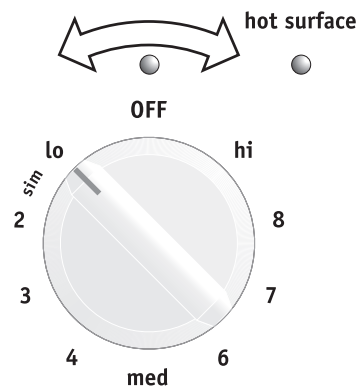

Fig. 2
- Enfoncez et tournez le bouton de commande vers la gauche ou la droite (fig. 2) selon le réglage désiré (reportez-vous **aux paramètres de puissance suggérés pour les éléments radiants simples ou doubles** dans la fig 1).